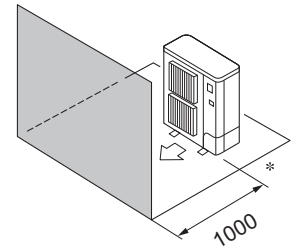

Fig. 3-8
- ④ Alleen obstakels aan de voorzijde (Fig. 3-8)